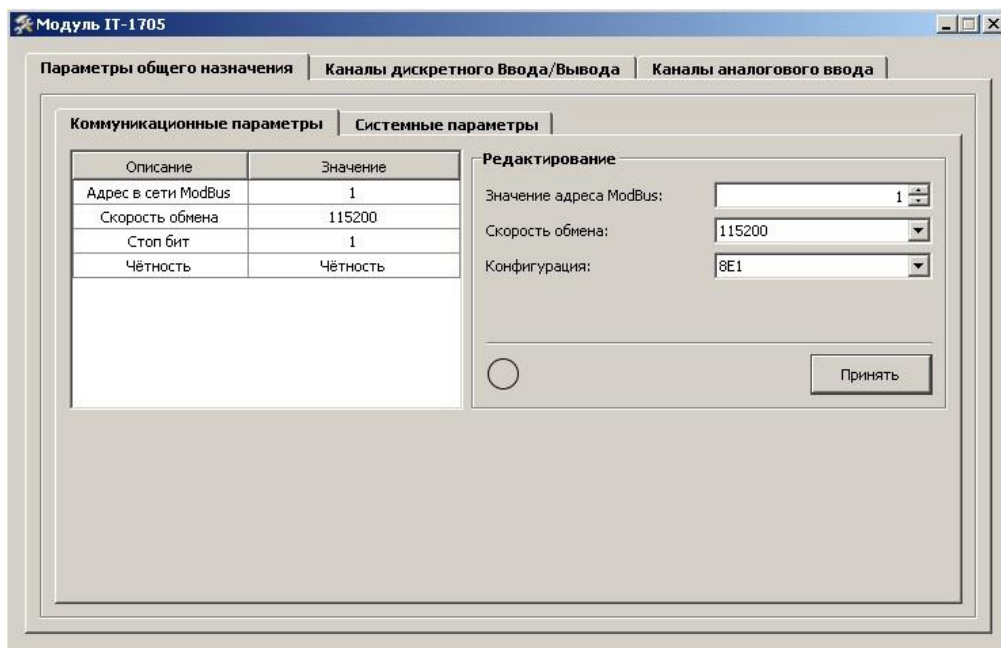

Рис.22
- Коммуникационные параметры (Рис.22)